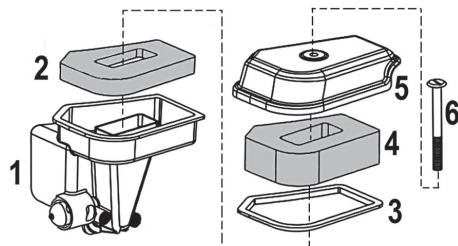

Рис. 9 Воздушный фильтр
1. Выкрутите винт крепления крышки воздушного фильтра (Рис. 9 п. 6) и снимите крышку воздушного фильтра (Рис. 9 п. 5).
2. Извлеките из крышки воздушного фильтра основной воздушный фильтр (Рис. 9 п. 4).
3. Извлеките из корпуса воздушного фильтра (Рис. 9 п. 1) предварительный воздушный фильтр (Рис. 9 п. 2).